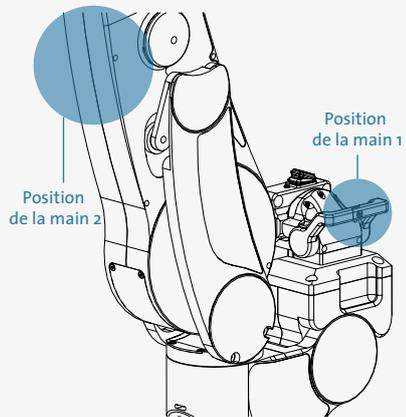

Figure 3 : Indications des positions des mains pour détacher le Gowing²
ÉTAPE 5 : Placez votre main droite sur la position 1 et votre main gauche sur la position 2 (voir Figure 3)